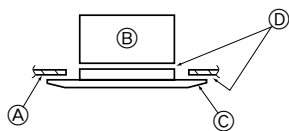

Fig. 5-7
5.3.3. Крепление вентиляционной решетки (Fig. 5-7)